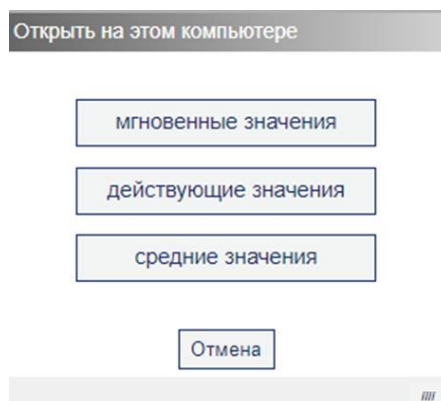

Рисунок 25 – Окно выбора огибающей кривой
3.4.15.2 При нажатии на кнопку с функцией «Огибающая» открывается окно выбора огибающей кривой по действующим, по средним, или по мгновенным значениям (рис. 25). Кривая построена по положительному максимуму каждого периода гармонического сигнала.